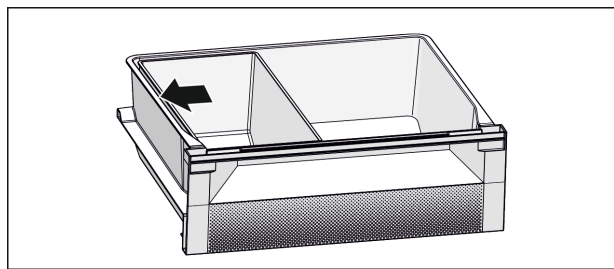

Fig. 6
- ▶ Placera Fish & Seafood-skålen korrekt. Ta hjälp av positionen på bilden för bästa möjliga kylfunktion (se Fig. 6).